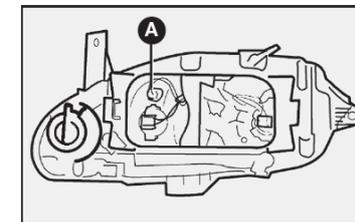

fig. 24
- 2) retirar o porta-lâmpada **A**-fig. 24;